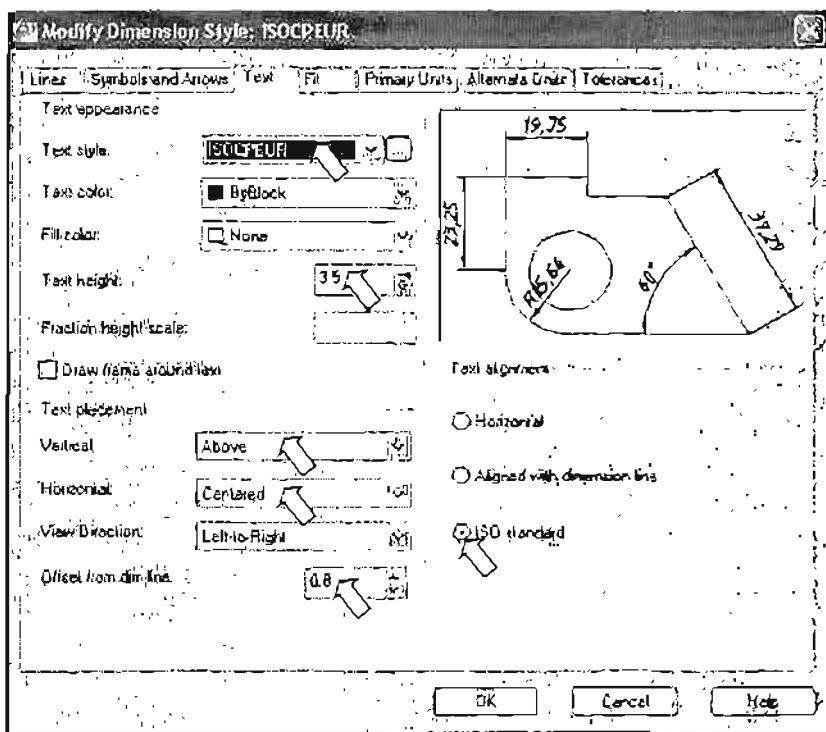

Рис. 3.18. Диалоговое окно Modify Dimension Style на вкладке Text с установками нового размерного стиля ISOCEUR
- На вкладке **Text** (Текст) (рис. 3.18) в области **Text appearance** (Свойства текста) в поле **Text style** (Текстовый стиль) вместо стиля **Standard** установите шрифт Arial (Ариял). Установите **Text height** (Высота текста) с 3,5 до 3,5 мм. В области **Text placement** (Позиционирование текста) зажмите засечки горизонтального и вертикального выравнивания размерных текстов, а также отступа текста от размерной линии в поле **Vertical** (По вертикали) установите option **Above** (Над линией). Размерный текст будет размещаться над размерной линией на расстоянии от нее, равном текущему значению засечки текста определяемому в поле **Offset from dim line** (Отступ от размерной линии) (см. пункт).